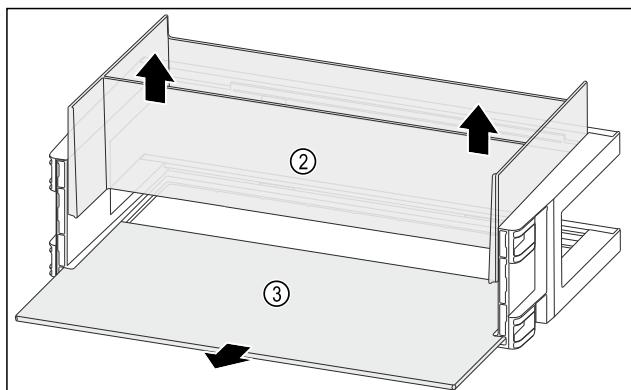

Fig. 141
- ▶ 朝上取出收纳盒 Fig. 141 (2)。
- ▶ 取出搁板 Fig. 141 (3)。